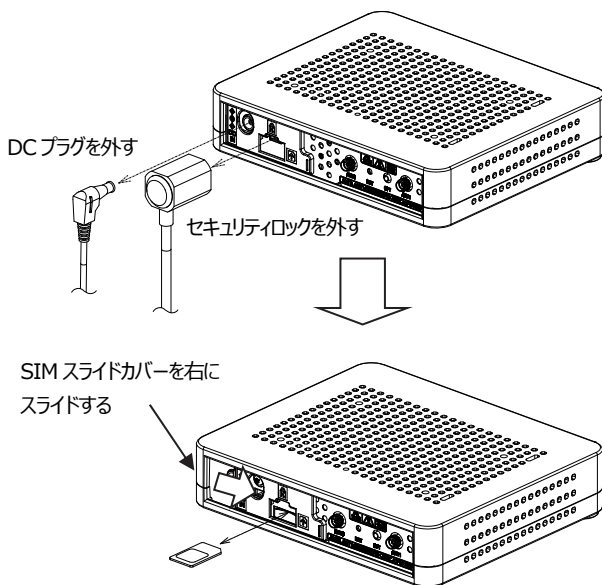

図 3
- SIM カードを図 3 に示す向きに挿入し、押して奥へ押し込んでください。
機器からの取り外し方法は、図 3 と同じです。